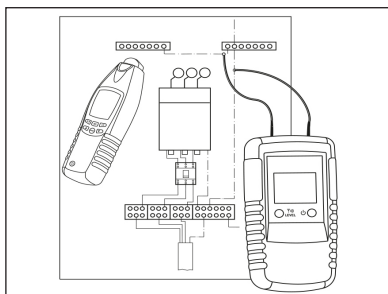

Abbildung 13:
3. Schließen Sie den „roten“ Senderanschluss an die Neutralleiter-Sammelschiene und den „schwarzen“ Anschluss an den Haupterdungsanschluss an (Abbildung 13). Dadurch kann der Neutralleiter aller Stromkreise verfolgt werden.